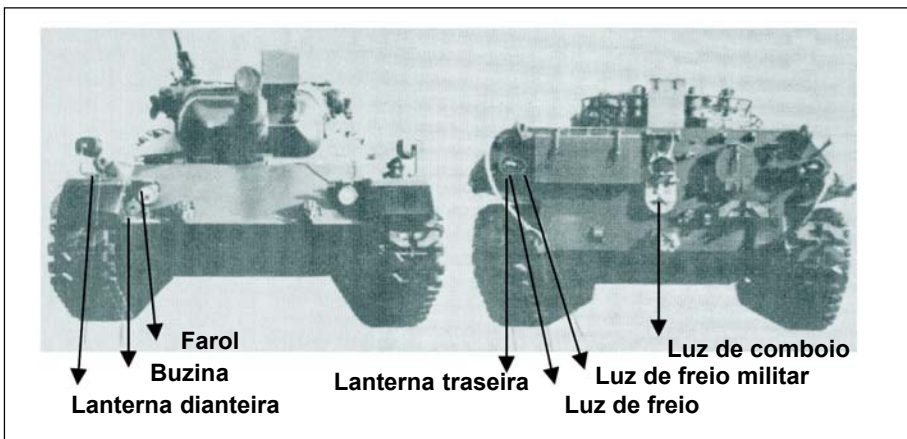

Fig 3-19.
- luzes civis: (Fig 3-19)
- luzes militares: (Fig 3-19)